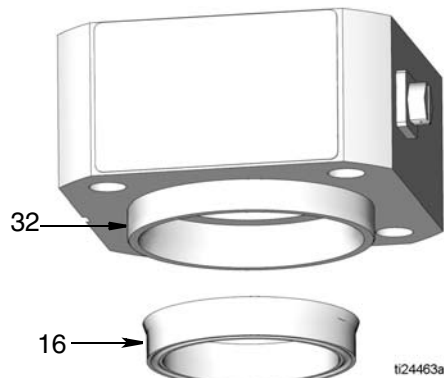
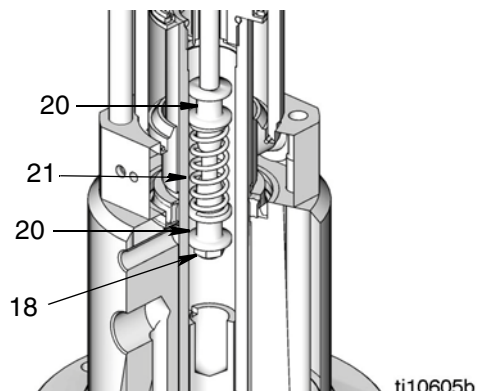
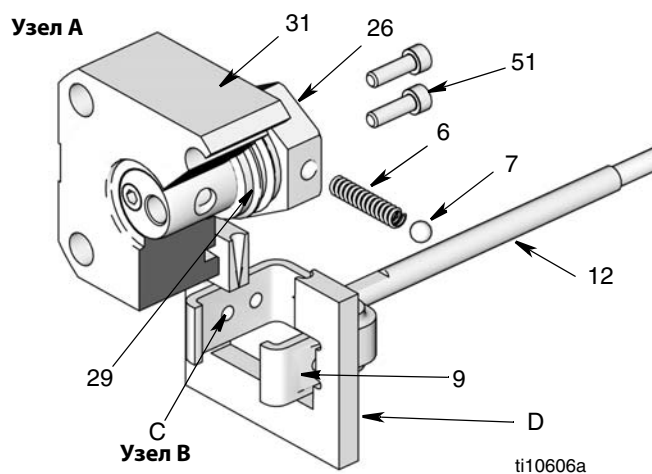

Рис. 13
Рис. 23
Рис. 24
- Вставьте уплотнение (16) в нижнюю часть крышки цилиндра (32), как показано на Рис. 13.
- Присоедините крышку цилиндра (32) к корпусу двигателя (43). Установите стопорные шайбы (52) и крепежные винты (46) (Рис. 13). Затяните винты с колпачком с усилием 28–32 футофунтов (38–43 Н·м).
- Для удаления клея с внутренней резьбы хомута (9) используйте метчик 1/4-28 UNF-2A.
1. При необходимости установите на блокировочный шток новую пружину, как показано ниже (Рис. 23):
- Первый фиксатор (20)
- Новая пружина (21)
- Второй фиксатор (20)
2. Закрутите на заплечике штока гайку (18) до упора (Рис. 23).
3. Если во время разборки вы снимали хомут клапана (9) с блокировочного штока (12), нанесите состав для резьбы Loctite 609 на два или три первых витка внутренней резьбы хомута (9).
4. Нанесите на наружную резьбу блокировочного штока (12) предохранительный состав. Подождите 3–4 минуты, пока состав не высохнет. Установите блокировочный шток в хомут (9). Затяните с усилием 54–56 дюймофутов (6,1–6,3 Н•м). Удалите лишний герметик.
5. Нанесите состав Loctite 242 или Perma-Loc 115 на два или три первых витка резьбы клапанного узла (31).
6. Если во время разборки вы извлекали винты с колпачком (51), нанесите герметик на два или три первых витка внутренней резьбы упора клапана (26) (Рис. 24, стр. 17).
7. Нанесите на наружную резьбу клапанной втулки (29) предохранительный состав. Подождите 3–4 минуты, пока состав не высохнет. Установите винты с колпачком (51). Затяните с усилием 42-45 дюймофутов (4–5 Н•м). Удалите лишний герметик.
8. Извлеките уплотнительное кольцо (13) из нижней части крышки цилиндра (31) и вставьте новое кольцо.
9. Установите поршень (22) на шток (34) и закрепите его с помощью ключа для круглых гаек. Затягивать следует с усилием 40–48 футофунтов (54–65 Н•м).
10. Поместите узлы А и В (Рис. 24) на рабочий стол.
11. Поместите узел В по центру инструмента (D) (номер по каталогу 189305). Выровняйте верхние фиксирующие отверстия (C) хомута (9) по осевой линии инструмента (D) (Рис. 24).
12. Вставьте пружину (6) и один из шариков (7) в упор клапана (26) узла А. Наклоните упор клапана и приступите к вводу этого упора в инструмент (D). Шарик должен попасть в округленное отверстие в инструменте (D). Наденьте на другой конец пружины еще один шарик и надавите на него большим пальцем, одновременно поворачивая упор клапана (26). Делать это нужно до тех пор, пока пружина не окажется в горизонтальном положении, а шарики не встанут на место. Не выпускайте узел из рук (Рис. 24).
13. Вставьте упор клапана в сборе в инструмент. Шарики (7) должны попасть в верхние отверстия (C) в хомуте (9), а изогнутые концы зажима для направляющего устройства обязаны войти в зацепление с канавкой клапанной втулки (29). Снимите инструмент (D) со штока (12) (Рис. 24).
14. Зажмите переходник (43) в тисках. Установите уплотнения в соответствии с инструкциями по замене щелевых уплотнений на стр. 12.
15. Присоедините крышку цилиндра (32) к корпусу двигателя (43). Установите стопорные шайбы (52) и крепежные винты (46) (Рис. 13). Затяните винты с колпачком с усилием 28–32 футофунтов (38–43 Н•м).